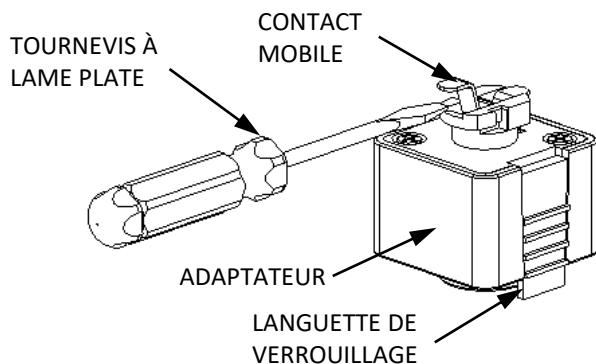

Fig. 4
1. Raise MOVEABLE CONTACT (on the left side of the LOCKING TAB) by using a FLAT HEAD SCREW DRIVER as high as stop permits. FIG. 4
1. Soulever le CONTACT MOBILE (sur le côté gauche de la LANGUETTE DE VERROUILLAGE) à l'aide d'un tournevis à lame plate jusqu'à ce que le point d'arrêt soit atteint. FIG. 4